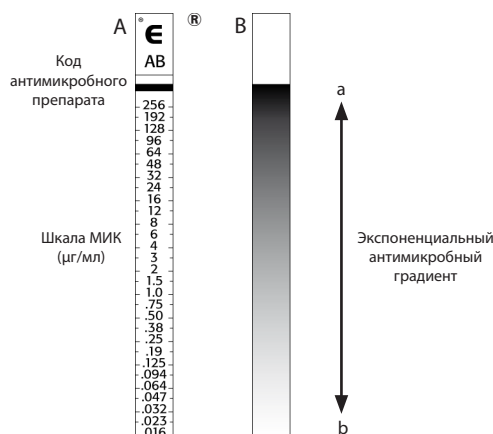

Рис. 1: Конфигурация градиента Etest
Etest представляет собой тонкую, инертную, непористую пластиковую тест-полоску. На одну сторону тест-полоски (A) нанесена шкала МИК в  $\mu\text{g}/\text{мл}$  и дву- или трехбуквенный код сверху для обозначения наименования антибиотика. На другой стороне тест-полоски (B) зафиксирован стандартный экспоненциальный градиент антибиотика в сухом и стабилизированном виде с максимальной концентрацией в точке **a** и минимальной в точке **b** (рис. 1). Градиент покрывает непрерывный диапазон концентрации в пределах 15 двукратных разведений традиционного метода МИК.
- При обращении с тест-полосками Etest вручную их можно брать только за верхнюю часть, т. е. область, обозначенную Е. **Нельзя прикасаться к поверхности полоски в зоне нанесения градиента антибиотика, т. е. со стороны, противоположной стороне с нанесенной шкалой МИК (рис. 1, В).** До начала использования тест-полоски можно поместить в лоток аппликатора (рис. 3). Успешно взять тест-полоски Etest можно с помощью ручного аппликатора (например, Mini Grip-It, пинцетом или подобными устройствами) или вакуумного пинцета Nema C88™ (bioMérieux SA) (рис. 3 и 4). Пенопластовые картриджи с полосками Etest должны быть напрямую загружены в прибор для автоматического нанесения Simplex C76™ (bioMérieux SA).